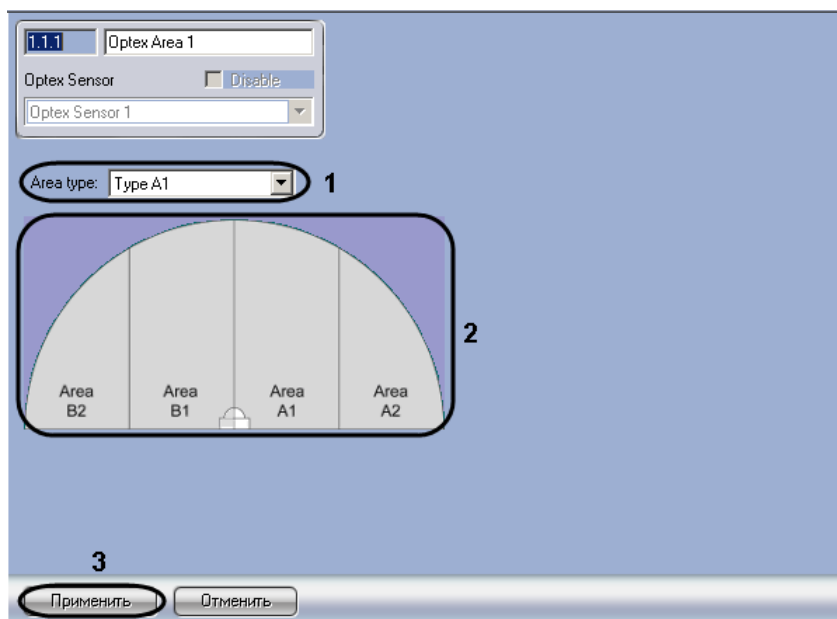

Рис. 3.5—2 Настройка зон датчика «Optex»
2. Из раскрывающегося списка **Area type** выбрать расположение зоны *Optex*, которому соответствует выбранный объект **Optex Area** (см. Рис. 3.5—2, 1).
Примечание 1. На рисунке на панели настроек объекта показано соответствие названий зон их расположению в случае, если датчик настроен на 4 зоны (см. Рис. 3.5—2, 2).